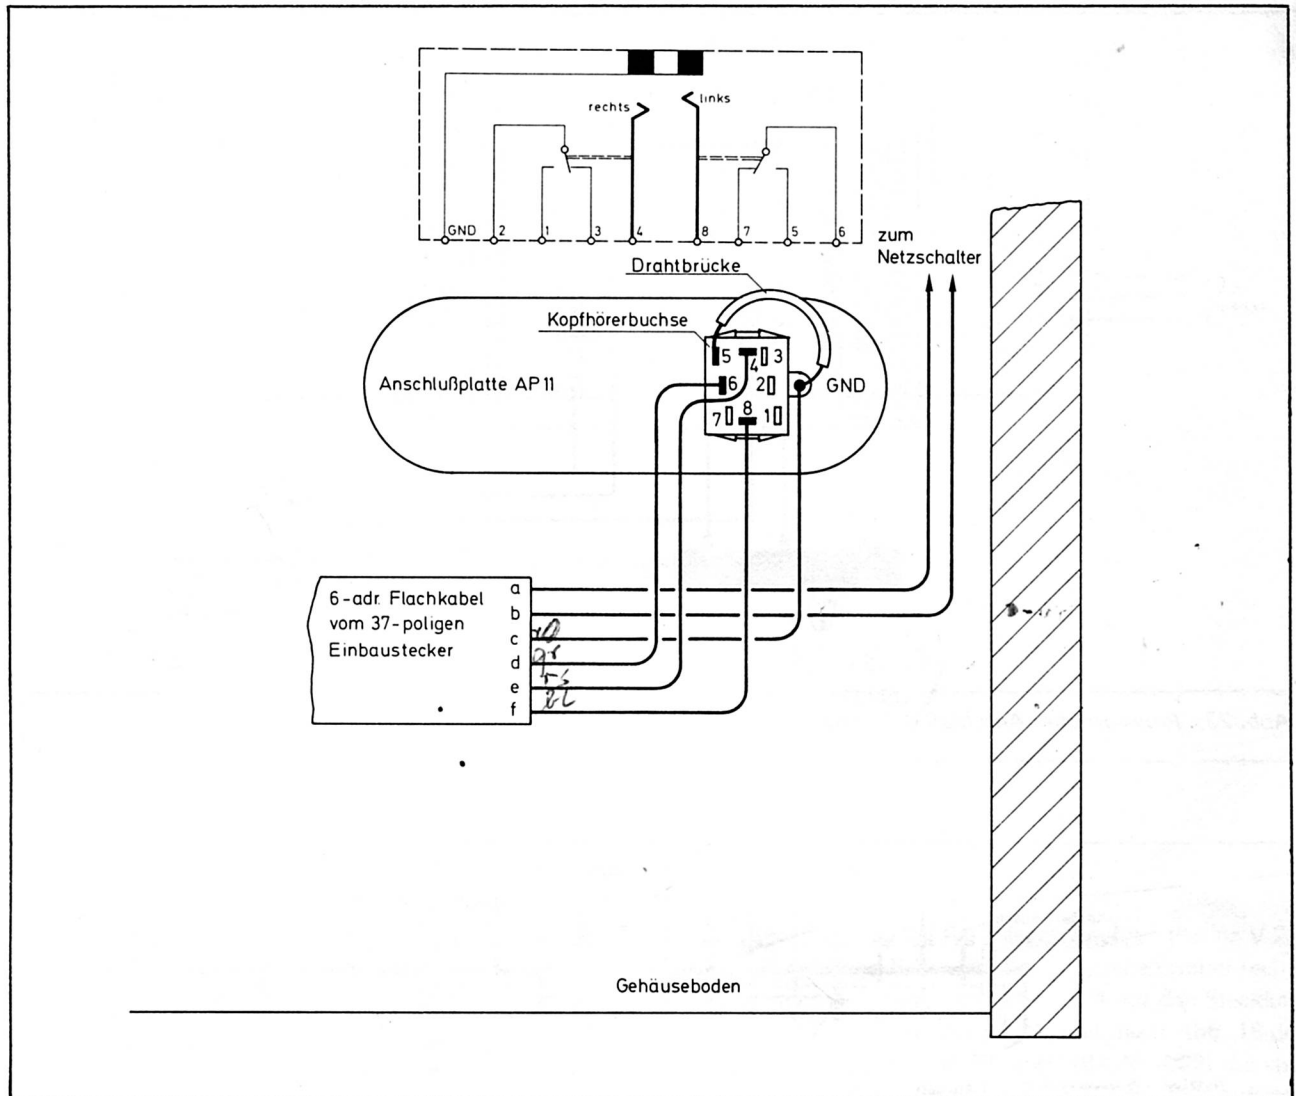

Abb. 22: Anschluß der Kopfhörerbuchse
- c) Verlegen Sie das 6-polige Flachkabel ohne es zu verdrehen zur rechten Seite des Gehäuses, und schließen Sie es dort nach Abb. 22 an der Kopfhörerbuchse und dem Netzschalter an. Beachten Sie, daß die beiden zum Netzschalter führenden Leitungen ca. 35 cm länger bleiben müssen als die zur Kopfhörerbuchse laufenden.